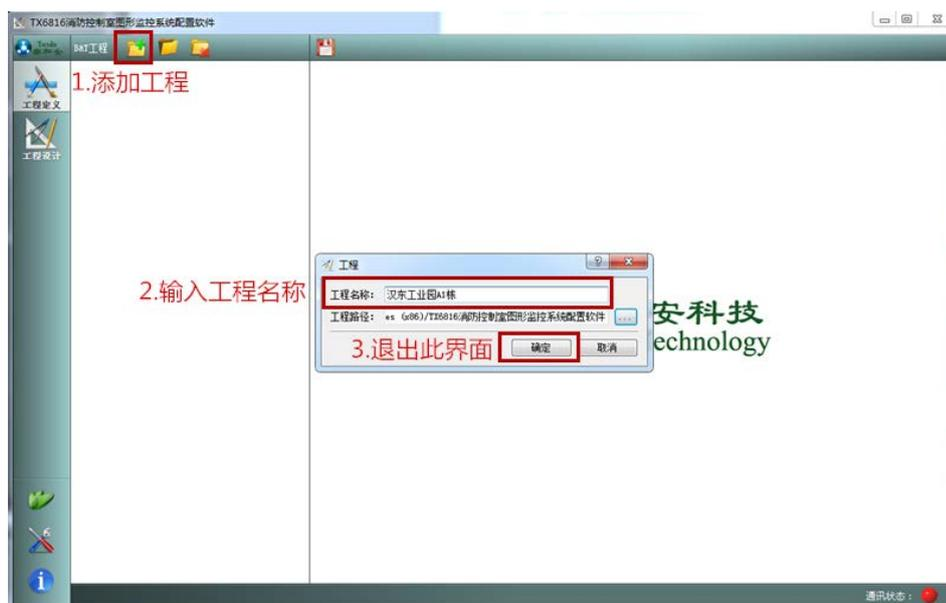

图 4 设置工程名称
- 1、双击打开“消防控制室图形监控系统配置软件”，打开软件后点击左上角“添加工程”选项，并在弹出的窗口“工程名称”处输入工程名称并点击“确定”保存设置的信息。工程名称的设置如图 4 所示。